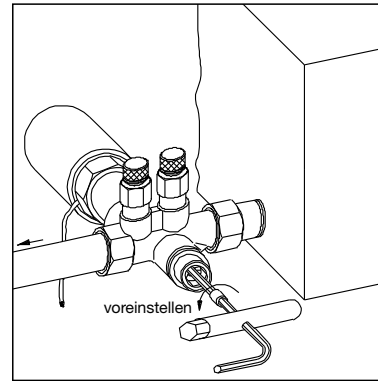

Bild 1
3. Nun Ventilkegel mit dem Sechskantschlüssel SW 4, entsprechend den lt. Diagramm gewählten Umdrehungen, durch Linksdrehen, voreinstellen (Bild 1).